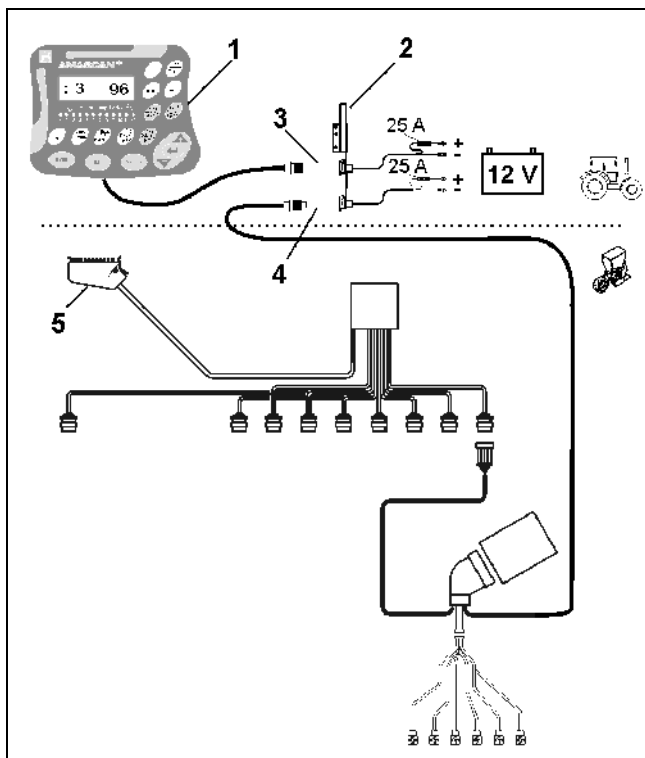

Fig. 1
Montez la console (Fig. 1/2) (équipement optionnel) dans la cabine à portée d'atteinte et de vue, sur la droite du conducteur du tracteur, en la fixant de manière stable et de manière à ce qu'elle opère comme masse supplémentaire. Le boîtier doit être monté à au moins 1 m de distance d'un éventuel émetteur/récepteur radio et son antenne.
Le support avec le calculateur (Fig. 1/1) est inséré sur le tube de la console principale (Fig. 1/2) fourni en équipement spécial.
- Branchement **AMASCAN+** (Fig. 1/3).
- Branchement du débrayage électrique de l'élément semeur.(Fig. 1/4)